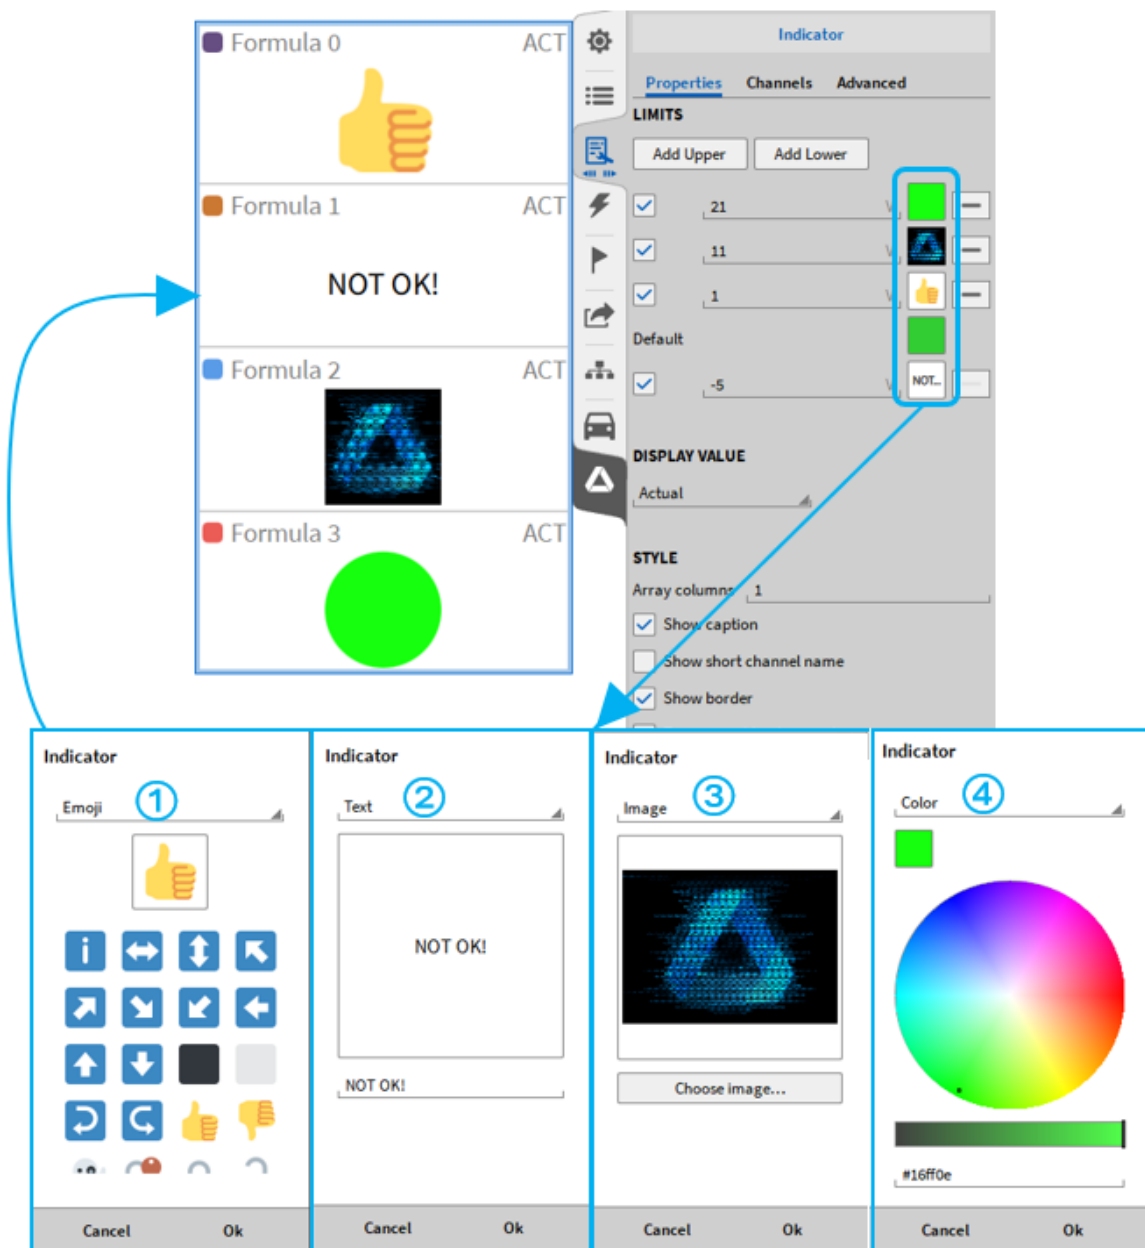

Abb. 8.14: Indikator – Limits
- Grenzen: Der Benutzer kann obere und untere Grenzwerte sowie einen Standardgrenzwert für den Indikator zwischen den unteren und oberen Grenzwerten definieren. Für die Visualisierung, falls ein Grenzwert überschritten wurde, ist es möglich, ein Emoji (siehe ① in Abb. 8.14), Text (siehe ② in Abb. 8.14), Bild (siehe ③ in Abb. 8.14) oder Farbe (siehe ④ in Abb. 8.14) zu verwenden.